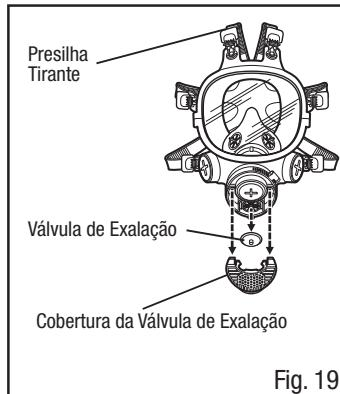

Fig. 19
5. Troque a válvula se for necessário. Feche a tampa da válvula antes do uso (Fig. 19). Examine a lente para detectar sinais de rachaduras ou outro tipo de dano. Troque-a se for necessário.